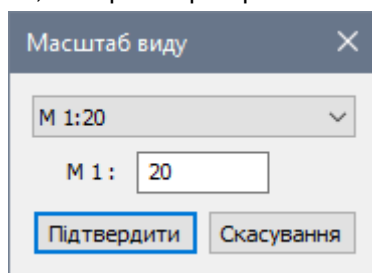

Рис. 24.27. Діалогове вікно Масштаб виду
- викличте діалогове вікно **Масштаб плану поверху** (рис. 24.27) натисканням напроти параметру **Масштаб виду**.